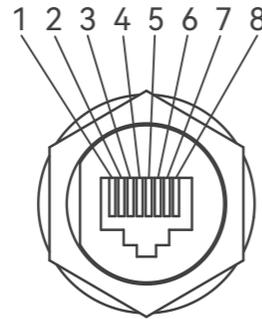

Figure 5.14
1. (optionnel) Le câble RS485 est apprêté par l'utilisateur. Il est recommandé de dénuder le câble RS485 et l'isolation du câble Ethernet. Insérez les fils Ethernet dénudés dans l'ordre correct dans la fiche RJ45 (veuillez-vous référer à la Figure 5.14 et au Tableau 5.5 pour l'ordre) et sertissez-le à l'aide d'une sertisseuse.